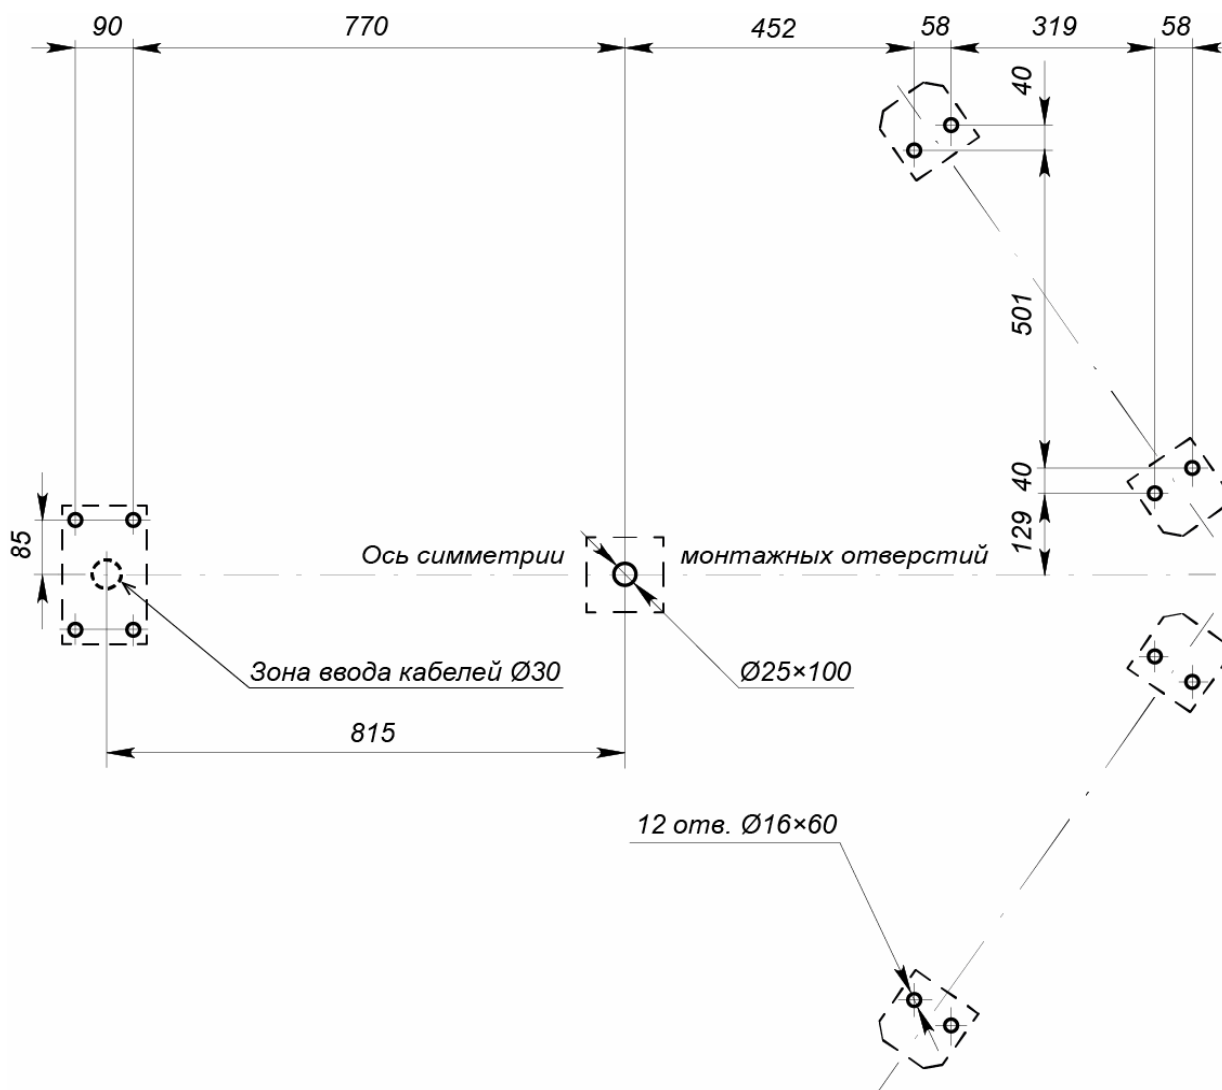
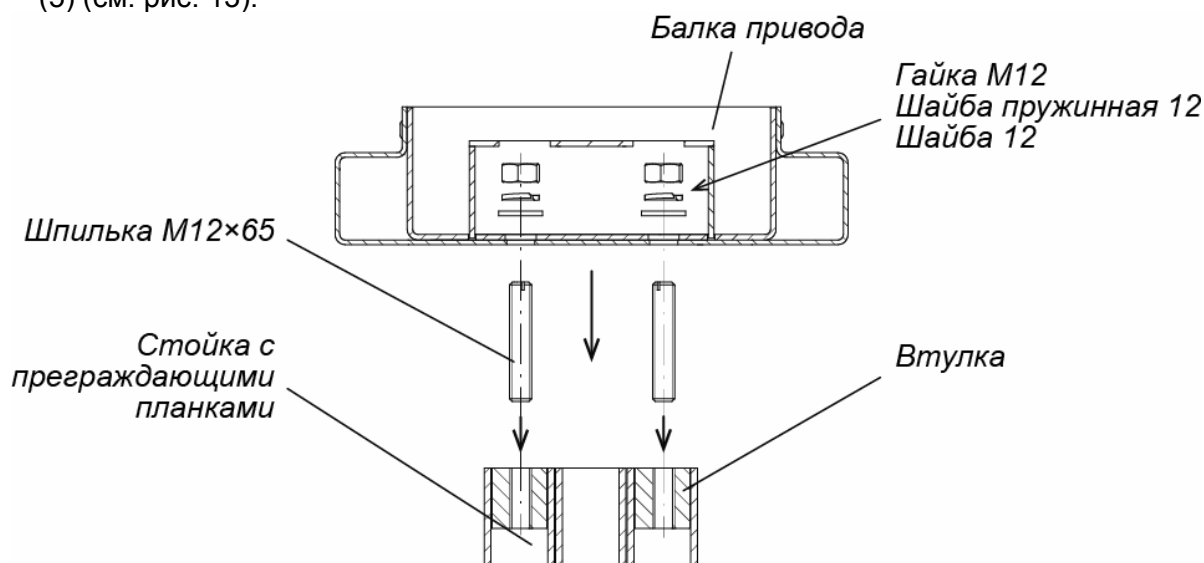
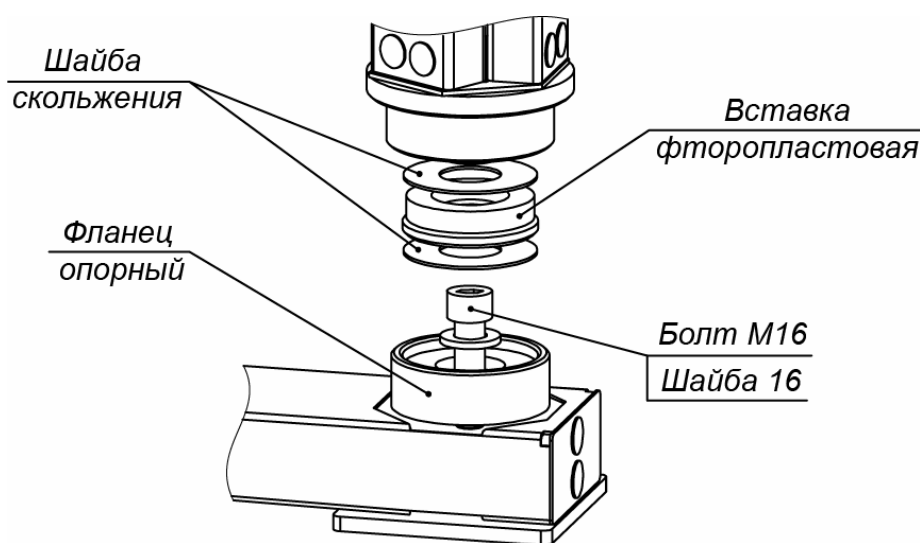

Рисунок 12. Схема разметки для установки турникета
Рисунок 13. Крепление балки привода к стойке с преграждающими планками
Рисунок 16. Нижний узел вращения ротора.
3. Выполните на установочной поверхности разметку отверстий для монтажа турникета. Используйте шаблон из комплекта поставки, но затем обязательно проверьте истинность расстояний в соответствии с рис. 12.
5. Произведите разделку отверстий и, при необходимости, кабельных каналов. Проложите в кабельных каналах необходимые кабели питания (13, 16), устройства *Fire Alarm* (14), ПДУ (15) и дополнительного оборудования, концы кабелей выведите к зоне ввода кабелей в турникет (см. рис. 12).
- Установите секции (6) формователя прохода на установочную поверхность, ориентируя отверстия в опорных фланцах по расположению анкеров. При этом левая и правая секции должны быть правильно выставлены и сориентированы: блоки индикации (11) формователей должны быть развернуты от оси симметрии (см. рис. 12).
9. Распакуйте и установите стойку с преграждающими планками (5) (ящик №4, работайте вдвоем!):
- Вверните две шпильки М12×65 в верхнюю часть стойки с преграждающими планками (5) (см. рис. 13).
- Положите стойку с преграждающими планками на установочную поверхность таким образом, чтобы фланец находился рядом с зоной ввода кабелей (рис. 12). Затем, используя монтажную проволоку, протяните кабели питания турникета (13), питания подсветки прохода (16) и кабели управления через нижнее отверстие в стойке с преграждающими планками со стороны фланца вверх по стойке до выхода из ее верхнего отверстия. Отрегулируйте длину концов кабелей на выходе из верхнего отверстия, которая должна составлять не менее 1 м.
- Установите стойку с преграждающими планками на отверстия с анкерами в установочной поверхности вдоль оси симметрии, при этом фланец должен встать на зону ввода кабелей, а место нижнего узла вращения (3) – на отверстие с анкером М16 (см. рис. 12). Вставьте на место опорный фланец нижнего узла вращения (см. рис. 16).
10. Из ящика №5 распакуйте и установите лист (7) сверху на формователь прохода (работайте вдвоем!):
- Сориентируйте лист (7) так, чтобы две шпильки, установленные в секциях, прошли через него, а две грани листа, вдоль каждой из которых расположен ряд из четырех отверстий, имеющих с нижней стороны листа выборку большего диаметра, находились бы над секциями.
- Аккуратно удерживая лист на весу, протяните кабели от блоков индикации (12) от левой и правой секции формователя прохода через соответствующие отверстия в листе. Окончательно установите лист на место, будьте внимательны, не повредите кабели! Обратите внимание на то, чтобы установленные на секциях резьбовые втулки вошли в отверстия в листе, обеспечивая плотное прилегание листа к поверхностям секций.
11. Из ящика №1 распакуйте и установите балку привода (8) (работайте вдвоем!):
- Придерживая балку, осторожно приподнимите ее поочередно с каждой из сторон и пропустите концы кабелей в соответствующие отверстия балки привода: кабели индикации (12) из формователя прохода, а также кабели питания и управления из стойки с преграждающими планками.
- Закрепите балку привода четырьмя гайками M12 с шайбами (см. рис. 13 и 15), накрутив их на шпильки с помощью торцового ключа S19. Затяжка гаек предварительная, для возможности регулировки положения;
- Стяните лист (7) с балкой привода (8) снизу двумя винтами M6×30, вкрутив их в резьбовые отверстия со стороны стойки с преграждающими планками.
12. Соберите ротор (1) (работайте вдвоем!):
- Соберите нижний узел вращения (3) ротора в стойке с преграждающими планками (5) (см. рис. 16). Две шайбы скольжения и находящаяся между ними фторопластовая вставка должны лежать в узле без перекосов, опираясь на всю опорную поверхность, симметрично относительно оси ротора (верхняя шайба скольжения приклеена к валу ротора). При этом гладкие поверхности шайб скольжения должны быть ориентированы на вставку. Допускается применение на поверхностях скольжения молибденовой смазки.